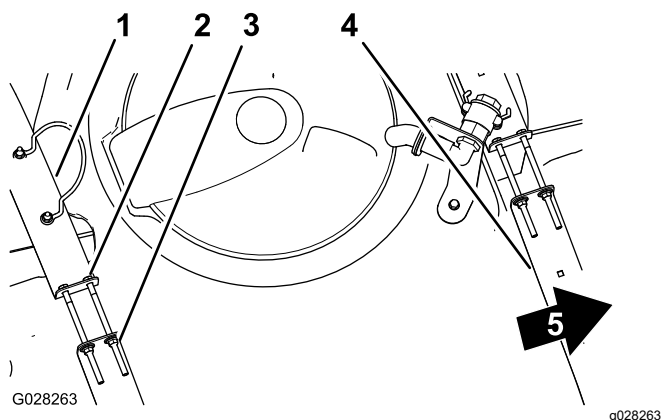

図 25
2. タンクとタンク固定ベルトとの間に、たるみができていないか点検する 図 25。
3. ベルトにゆるみがある場合には、ベルトの上部にあるフランジロックナットとボルトを締めてベルトとタンクとが面一になるようにする 図 25。